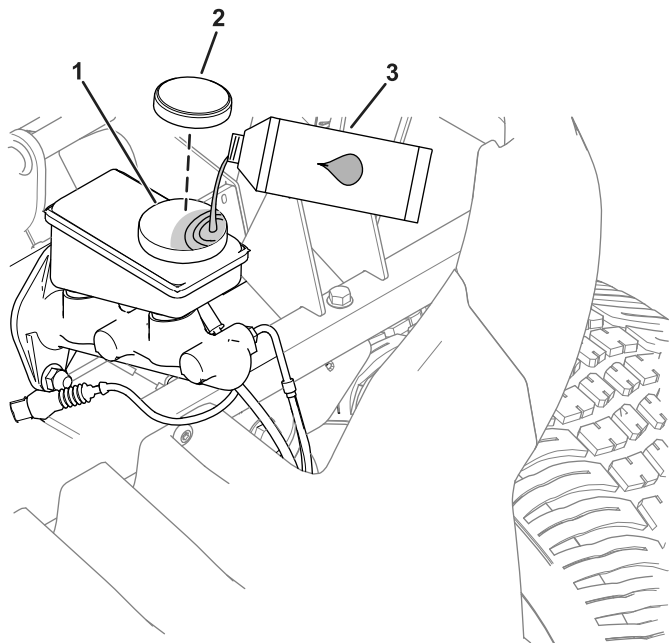

Figura 53
1. Îndepărtați capota pentru a avea acces la cilindrul principal de frână i la rezervor (Figura 53).
- A. Curățați zona din jurul capacului rezervorului i scoateți capacul (Figura 53).
- C. Montați capacul rezervorului (Figura 53).